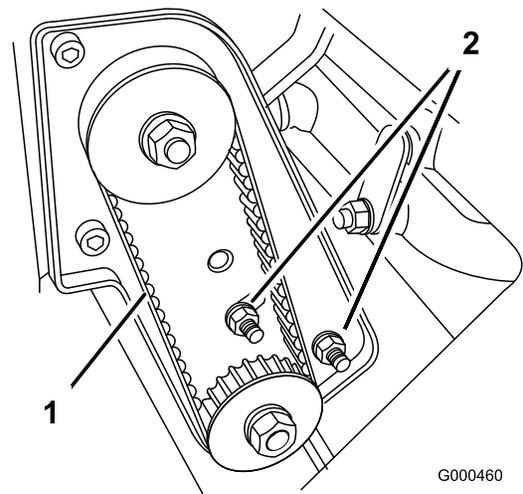

Bild 43
- A. Lösen Sie die Befestigungsmuttern des Lagergehäuses (Bild 43).
- C. Halten Sie die Einstellung des Drehmomentschlüssels und ziehen Sie das Lagergehäuse an den Befestigungsmuttern fest (Bild 43). Ziehen Sie den Riemen nicht zu stark an.